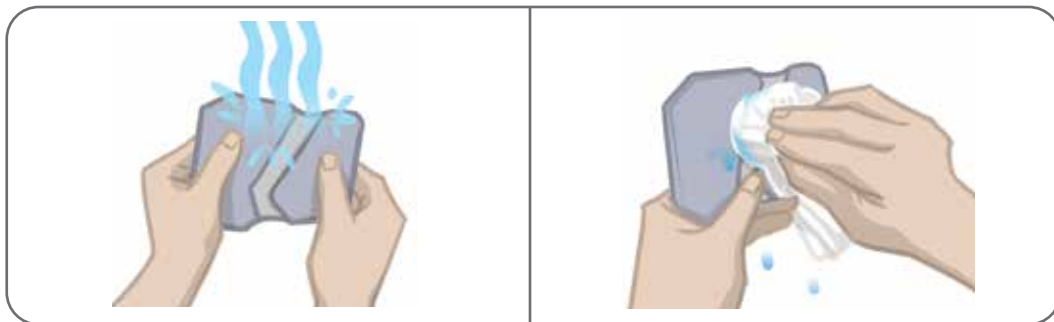

Figura 6-3: Come bagnare l'elettrodo e asciugare l'acqua in eccesso
3. Bagnare interamente l'elettrodo Quick Fit con acqua (Figura 6-3).
4. Rimuovere con una salvietta l'eccesso di acqua dall'elettrodo Quick Fit (Figura 6-3).